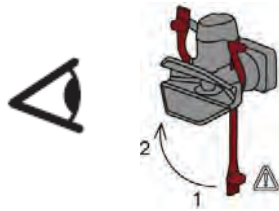

Figura-6
2. Pe fața frontală a cuplajului este aplicată o etichetă în care este descris modul de funcționare al acestuia (a se vedea figura 6). Pe etichetă se pot vedea pozițiile nr. 1 și 2. Poziția nr. 1 indică poziția suportului de cauciuc atunci când cuplajul este deschis, iar poziția nr. 2 indică poziția suportului de cauciuc atunci când cuplajul este închis.